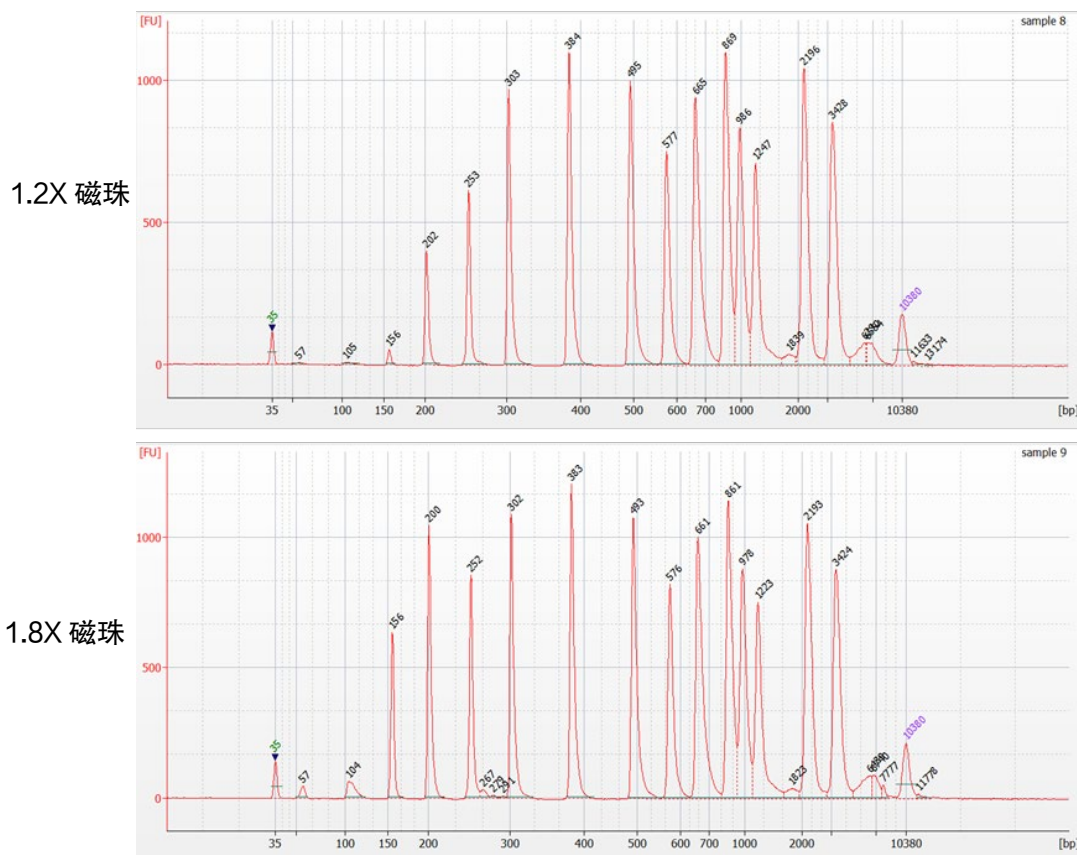

图 4. 不同磁珠比例纯化 DNA 片段的 2100 分布图
- 使用不同比例 (0.6X、0.8X、1.0X、1.2X、1.8X) 的 *MagSpherix* DNA Beads 对 50 μ l 不同大小 DNA 片段的混合液 (包含 50 bp~6.5 kb 的 DNA 片段) 进行纯化, 用 Agilent 2100 Bioanalyzer 进行分析, 结果如下图 4 所示。